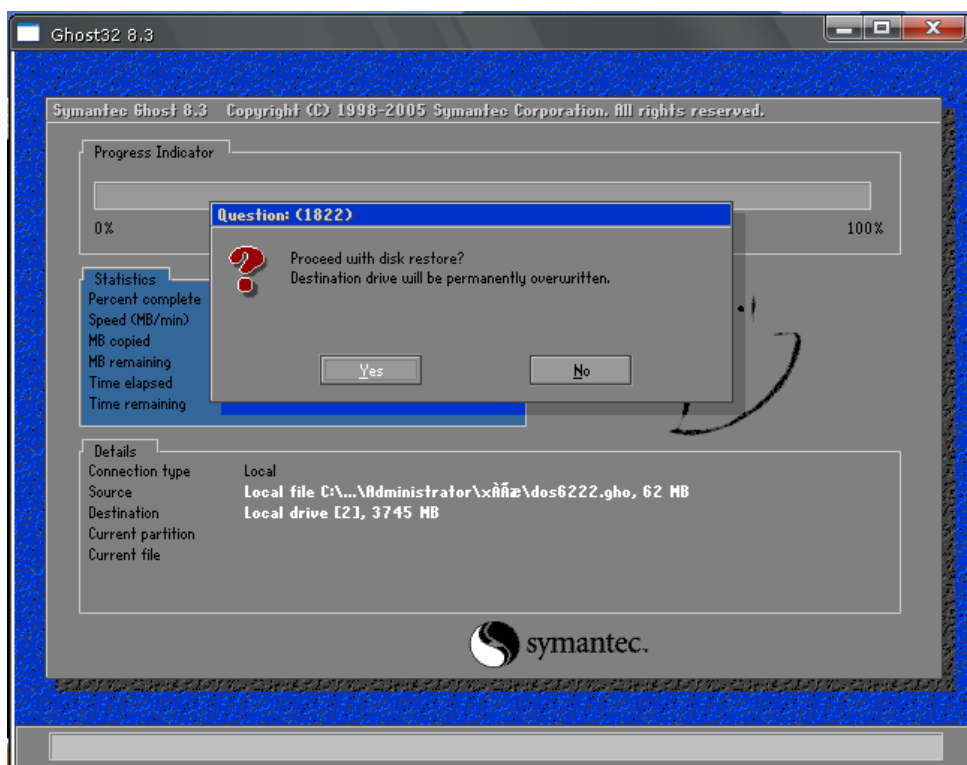
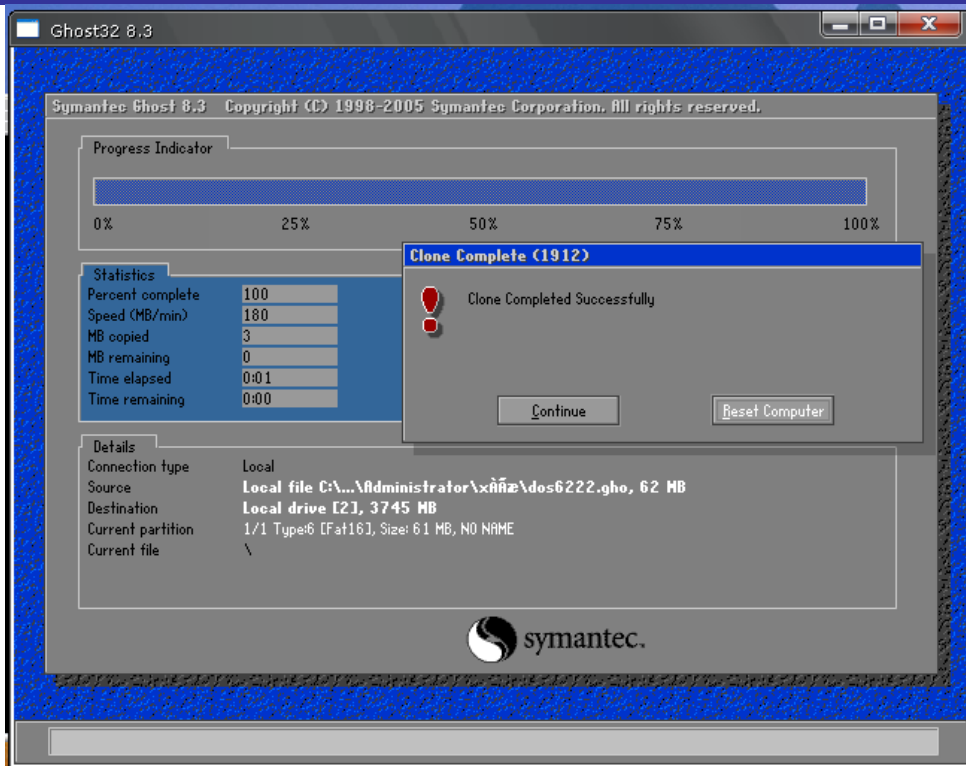

图 7-7 向 U 盘写入数据确认界面
图 7-8 进程完成后提示界面
- (4) 完成上述步骤后，将出现如图 7-7 所示提示界面，此界面需点击 YES，以确定向 U 盘写入数据。此后出现如图 7-8 所示界面，点击 Continue 让计算机继续，拔出 U 盘，自此 U 盘启动盘制作完成。